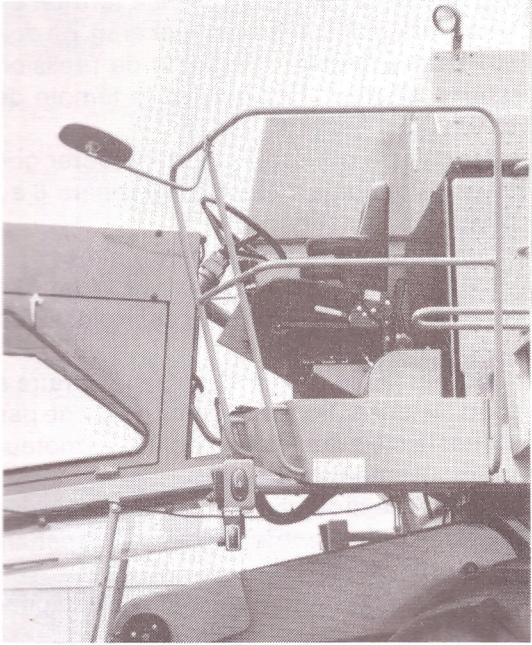

FIG. 15
- Avancer au maximum possible le siège et redresser le dossier (fig 15).